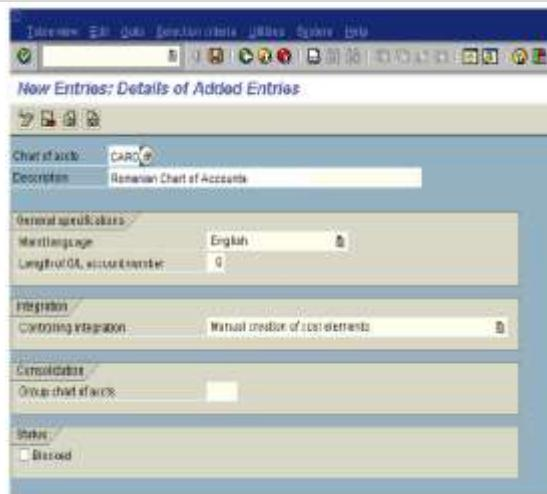

Figura 13: Crearea unui nou Plan de Conturi
- 2) Definirea proprietăților prin care se specifică (Figura 13):
din bara de instrumente și se deschide formularul de culegere a datelor de definire a planului de conturi (Figura 13).